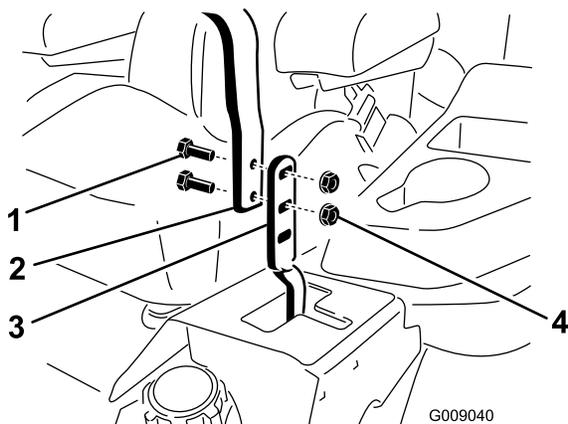

Figure 76
3. Desserrez les boulons et les écrous à embase situés dans les leviers (**Figure 76**).